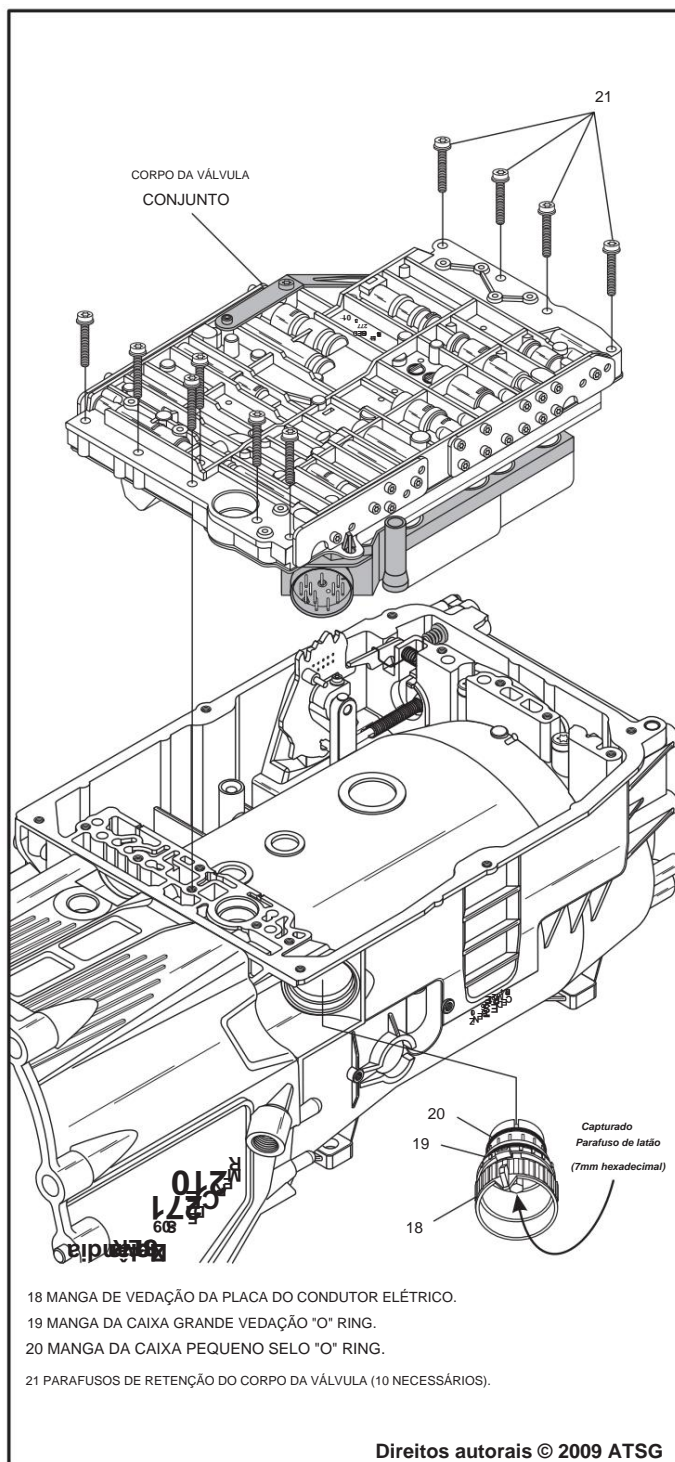

Figura 47
19. Remova a caixa da placa condutora elétrica manga de vedação, conforme mostrado na Figura 47.
- Nota: Você deve remover o latão "capturado" parafuso no centro da luva, conforme mostrado na Figura 47, usando um soquete de 7 mm (soquete de 9/32" também funcionará).**
20. Remova e descarte os grandes e os pequenos Vedações de anel "O" (ver Figura 47).
21. Remova os dez parafusos de retenção do corpo da válvula, conforme mostrado na Figura 47, usando uma broca 30 torx.
22. Remova o conjunto completo do corpo da válvula, conforme mostrado na Figura 47, levantando-o para cima.